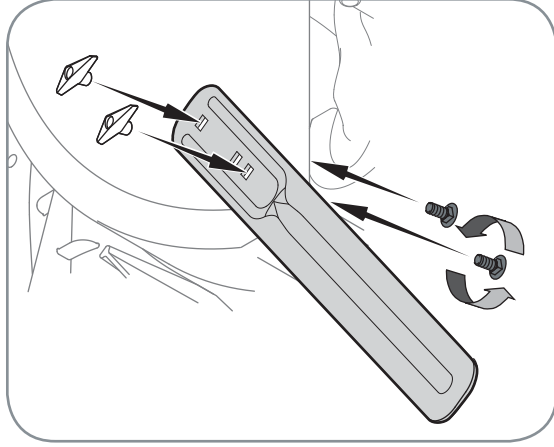

Figure 3-8
- Positionnez les barres de coupe pour qu'elles fient face à l'avant comme illustré à la Figure 3-8.